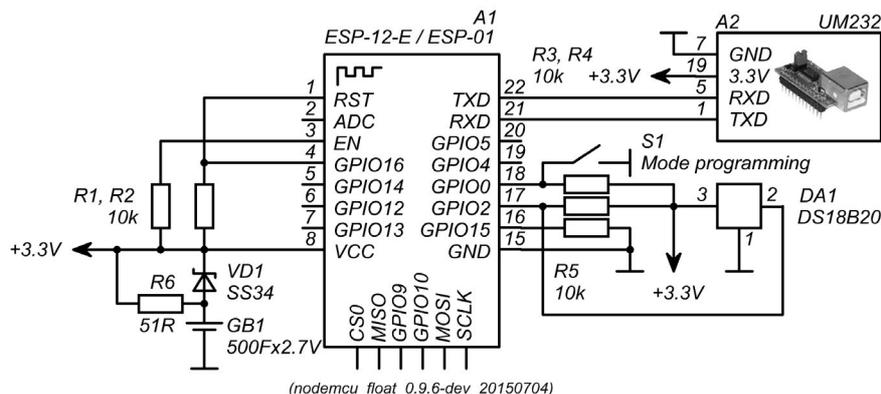

Рис. 6. Схема соединений конвертора USB/UART TTL и модуля ESP
1. Подключите RX преобразователя на TX модуля, TX преобразователя на RX модуля согласно схемы соединений на рис. 6.